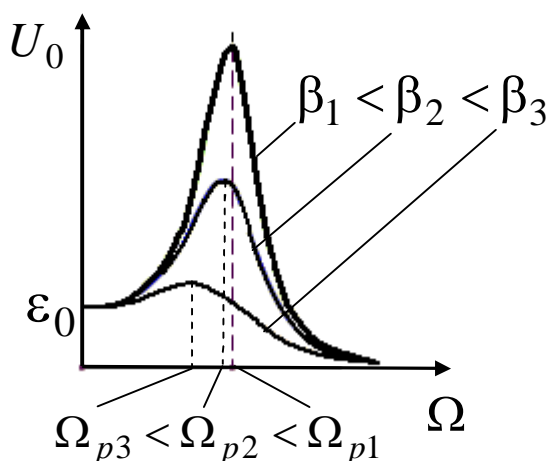

Рис. 3
Графики зависимости $U_0(\Omega)$ для различных коэффициентов затухания β приведены на рис. 3. Данные графики отражают явление резонанса напряжений. Частота вынуждающей ЭДС, при которой $U_0 = U_0^{max}$, называется резонансной. Она зависит от параметров колебательного контура (формула (8)).